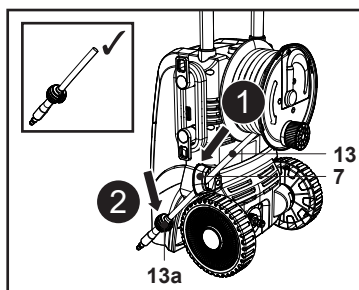

Fig. 4
2. Pase la manguera de presión (13) a través de la guía (7) y, a continuación, monte el anillo de retención (13a) en la punta (Fig. 4, pasos 1 y 2).